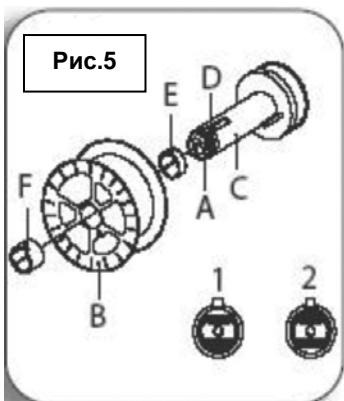

Рис.5
- Откройте боковую панель сварочного аппарата. Раскрутите стопорное кольцо (A) держателя катушки (положение 1). Снимите втулку (E, если она имеется). В случае если Вы заменяете катушку с проволокой, освободите ее, нажав на язычок (D) рис.5.
Снимите пластиковую защиту с катушки и установите катушку с проволокой на держатель. Закрепите втулки (E/F - только для 5кг катушек; маленькая втулка E должна быть установлена между катушкой и держателем катушки.) Завинтите стопорное кольцо (A), разместив его в положение 2, рис.5.